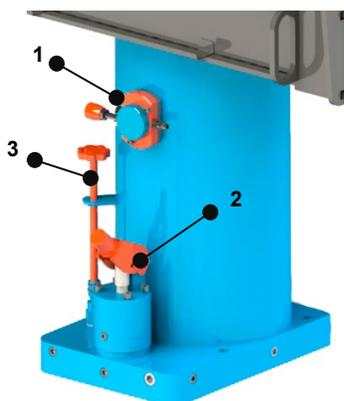
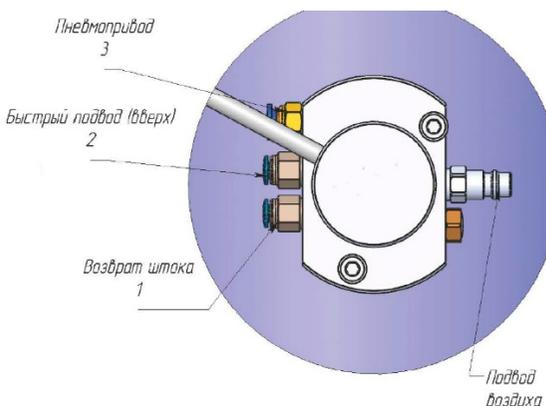

Рис.1
Рис.2
5.1 Присоедините пневмошланг линии сжатого воздуха к штуцеру пневмораспределителя (Рис.1 поз. 1, Рис.2 «Подвод воздуха»). Рабочее давление линии сж. воздуха 6-10 бар.
5.2 С помощью пневматического распределителя подводим шток подъёмника до точки подъёма (Рис.2).
5.3 При помощи ручного насоса (Рис.1 поз. 2) осуществляем подъём транспортного средства или иного груза. Подъём может осуществляться также при помощи пневмогидравлического насоса (опция) при его наличии.
5.4 После осуществления работ при помощи пневмораспределителя опускаем шток принудительно до исходного состояния, предварительно открыв спускной клапан (Рис.1 поз. 3).